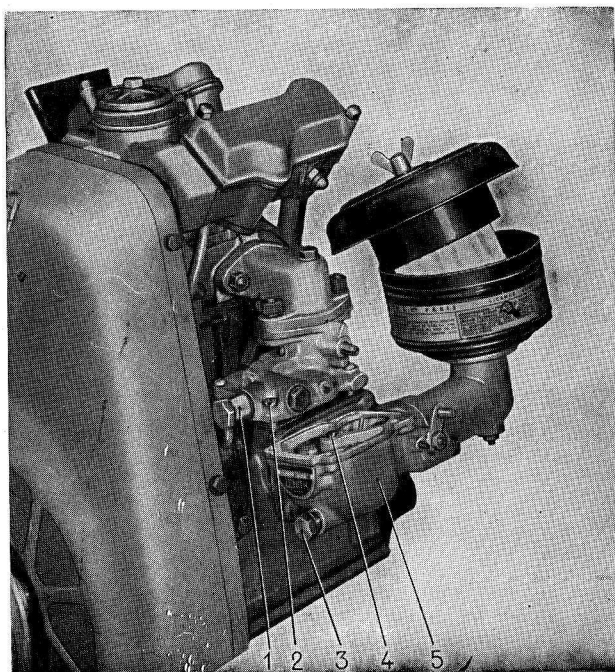

Fig. 24
Vérifier et déboucher les gicleurs s'il y a lieu (fig. 24).
- Du gicleur de ralenti bouché : le démonter et le nettoyer en soufflant dedans (fig. 24).